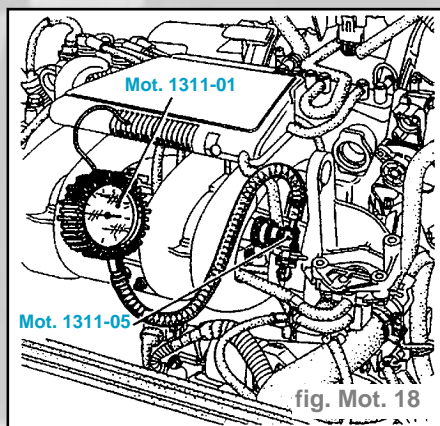

fig. Mot. 18
- Mettre en place le manomètre **0 : 10 bar** ainsi que le tuyau souple **MOT. 1311-01** (fig. Mot. 18).